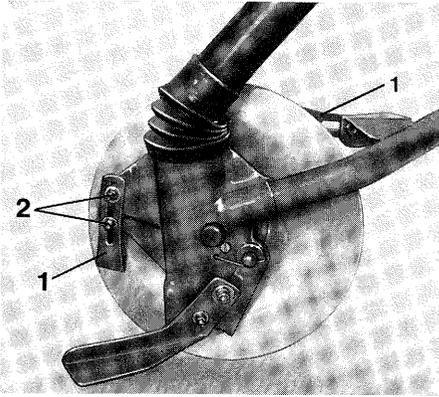

Fig. 103
Chaque Rollsoc possède deux décrotteurs (fig. 103/1) dont le rôle est de nettoyer le disque de la terre agglomérée. Ils sont réglés en usine de façon à frotter tout juste sur le rebord extérieur du disque sans toutefois le freiner de façon perceptible. Après un usage prolongé des Rollsocs, il peut arriver que les décrotteurs subissent une certaine usure. Régler alors les décrotteurs avec les vis (fig.103/2) jusqu'à obtenir la situation décrite ci-dessus.
A l'intérieur du carter de distribution (fig. 103 b/1), la roue distributrice (fig. 103 b/2) et le clapet de fond (fig. 103 b/3) enferment le grain comme dans une chambre de dosage. La roue distributrice fait avancer la dose de grain vers le rebord du clapet de fond d'où il tombe dans le tube télescopique du soc qui la conduit jusqu'au soc. Les différents grosseurs des semences nécessitent que la chambre de dosage puisse s'adapter à chaque taille de graine. Cette adaptation s'opère en levant ou baissant le clapet de fond à l'aide du levier de réglage des clapets de fond (fig. 103 a/1). Les corps étrangers plus gros qui arrivent avec le grain entre la roue distributrice et le clapet de fond, sont évacués grâce au fait que le clapet de fond est assez souple pour s'effacer vers le bas. Un ressort de rappel puissant (fig. 103 b/4) ramène le clapet de fond à sa position de travail.
- Amener le levier de réglage des clapets de fond (fig. 103 a/1) sur le cran "1" du secteur cranté (fig. 103 a/2).
- Vérifier si l'écartement prescrit de 0,1 mm à 0,5 mm (voir fig. 103 b) est bien respecté dans chaque carter de distribution. En même temps, tourner la roue distributrice sur son arbre à la main.
- En cas d'écarts, agir sur la vis de tension du ressort (fig. 103 b/5) pour régler la distance prescrite.